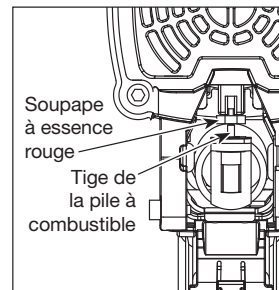

Figure 12
3. Insérer la tige de la valve doseuse dans le petit orifice se trouvant sur la soupape à essence rouge. (Voir la figure 12.)